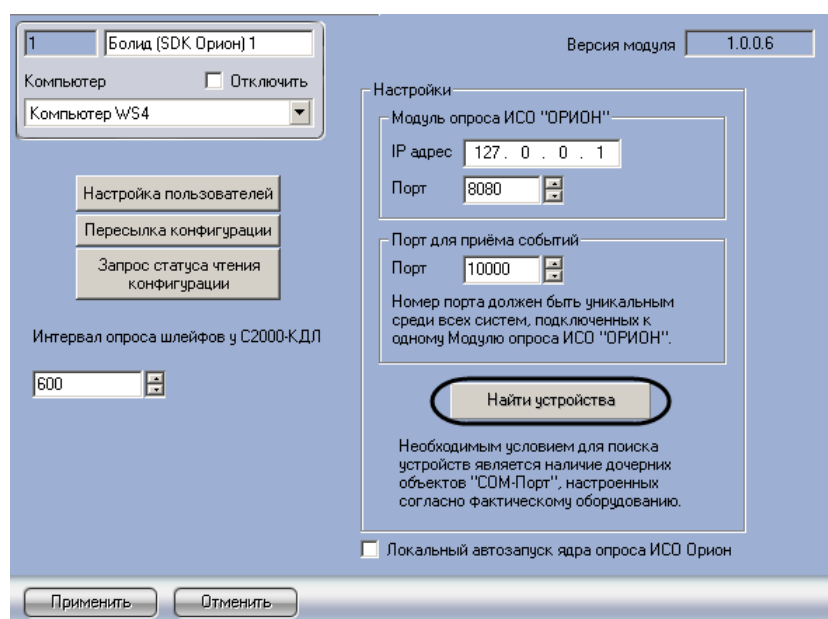

Рис. 3.3—6 Панель настроек объекта Болид (SDK Орион)
2. Нажать кнопку **Найти устройства** (см. Рис. 3.3—6).